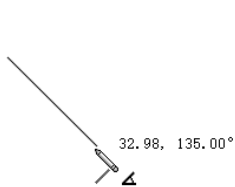

图 2-13 绘制任意角度直线
- ☑ 任意角度直线：在绘制直线过程中，笔形光标附近会出现任意直线图标符号, 如图 2-13 所示。